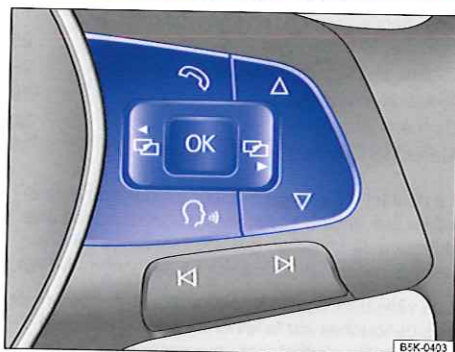

Fig. 17 Côté droit du volant multifonction : touches de commande des menus et des messages d'informations sur le combiné d'instruments
- Si un message ou le pictogramme du véhicule est affiché, appuyez sur la touche → **fig. 16 ①** du levier d'essuie-glace ou sur la touche **OK** du volant multifonction → **fig. 17**.
- **Commande à l'aide du volant multifonction :** pour afficher le menu de sélection et pour le parcourir, appuyez sur la touche **OK** ou **OK** → **fig. 17**.
- Pour accéder au menu affiché dans le menu de sélection ou pour consulter le message d'information, appuyez sur la touche → **fig. 16 ①** du levier d'essuie-glace ou sur la touche **OK** du volant multifonction → **fig. 17** ou attendez que le menu ou le message d'information s'ouvre automatiquement au bout de quelques secondes.
- Dans le menu affiché, appuyez sur la commande à bascule → **fig. 16 ②** en haut ou en bas du levier d'essuie-glace ou sur les touches fléchées **▲** ou **▼** du volant multifonction → **fig. 17** jusqu'à ce que l'option souhaitée soit sélectionnée. L'option sélectionnée est repérée par un cadre.
- Procédez à la modification souhaitée en appuyant sur la touche → **fig. 16 ①** du levier d'essuie-glace ou sur la touche **OK** du volant multifonction → **fig. 17**. Une « coche » indique que la fonction ou le système est activé(e).
- **Commande à l'aide du volant multifonction :** appuyez sur la touche **OK** ou **OK** → **fig. 17**.